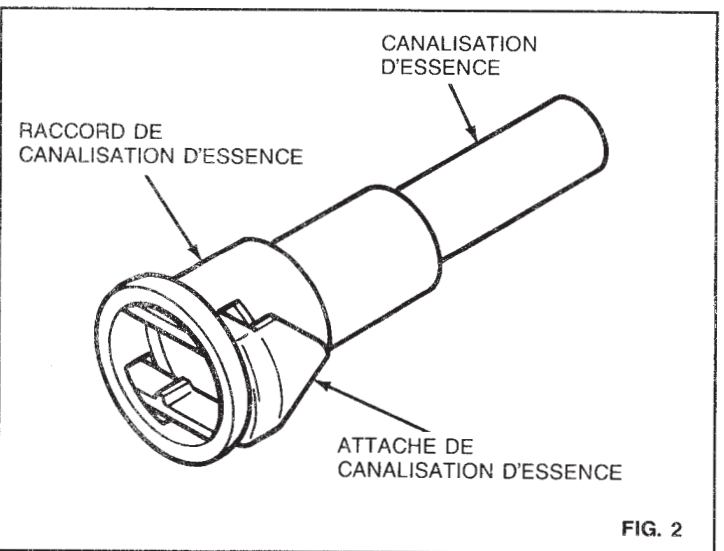

FIG. 2
B) Reportez-vous à la figure 2 et posez les nouvelles attaches des canalisations d'essence (attaches incolores de 5/16 po et attaches noires de 3/8 po) dans les raccords de dimension correspondante des canalisations; le cône triangulaire des attaches doit être tourné à l'opposé de l'orifice du raccord de canalisation.